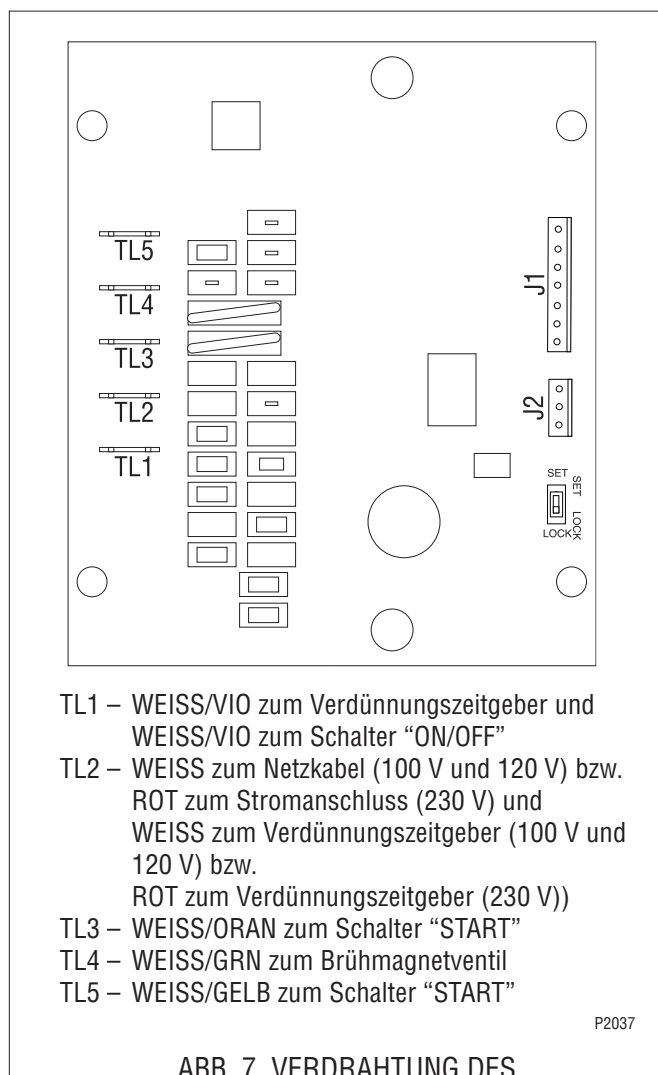

ABB. 7, VERDRAHTUNG DES DIGITALEN ZEITGEBERS
4. Vor dem Einbau der neuen Brühzeitgeberplatine an den Haltebügel alle Drähte wieder an die Platine anschließen. Siehe Abb. 7 für den Wiederanschluss der Drähte.